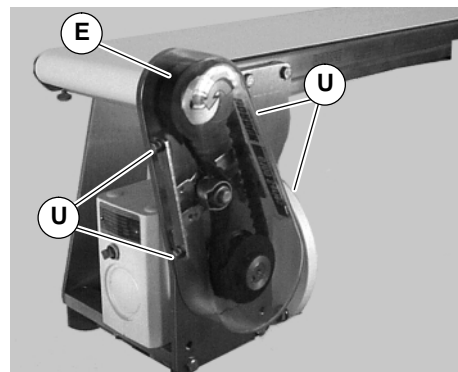

Abbildung 9
8. Abdeckung (E siehe Abbildung 9) mit Schrauben befestigen U). Die Schrauben mit 4 Nm festziehen.